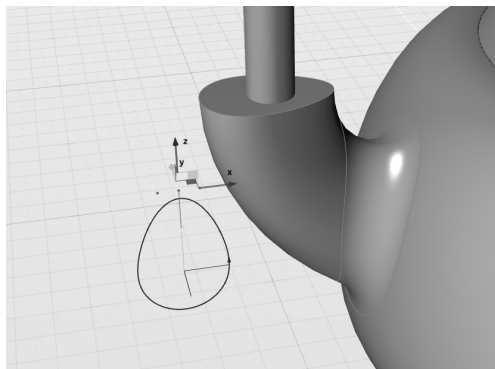

图 5-74 调整截面造型
4) 随后选中作为壶把截面的曲线圆。切换至“编辑点”模式，并选中上部两个曲线点向曲线圆外侧移动，将圆截面调整为不规则的椭圆形。可见在调整曲线的同时，与其相关的曲面，包括壶把和壶身倒圆角，都即时更新了造型，如图 5-74 所示。